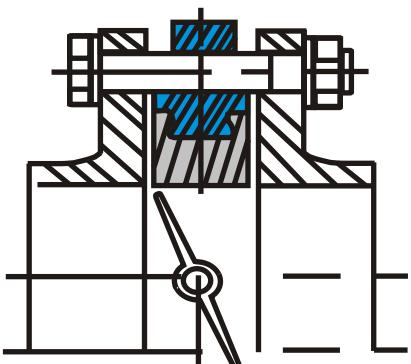

Рис. 4
-Перед началом монтажа диск поворотного затвора необходимо немножко приоткрыть, но так, чтобы диск не выходил за корпус дискового поворотного затвора (рис. 4).